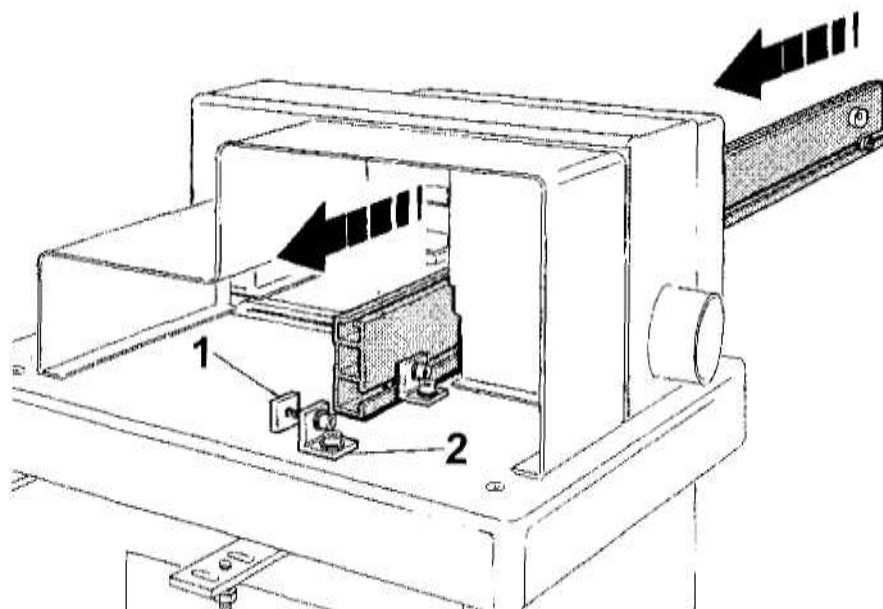

Fig. 4.2.1 Fitting the right-hand fence
4.2.1. Установка правого ограждения (Рис. 4.2.1)